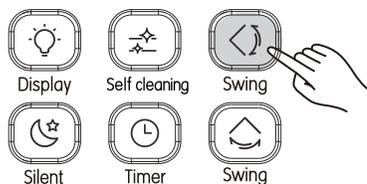

Figura 3.11
- 1 Cuando la unidad esté encendida. Presione (consulte la Figura 3.11). Inicie la función de oscilación vertical, se encenderá y se enviará la señal a la unidad interior;